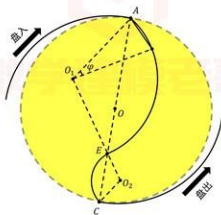

图 4.17: 情况二判断角示意图
2. 当该点位于第一段圆弧时, 引入判断角 φ , 如图4.17所示: